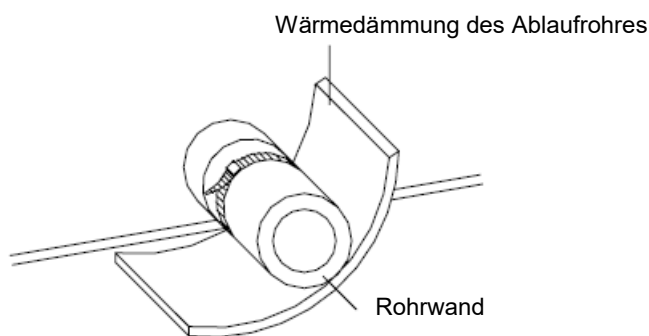

Abb. 13: Wärmedämmung des Ablaufrohres
1. Das Ablaufrohr ist mit einem Gefälle von 5–10° zu installieren, um einen guten Kondensatablauf zu ermöglichen. Die Verbindungen des Ablaufrohres müssen mit Wärmedämmung bedeckt werden, um Kondensation am Rohr zu verhindern (siehe Abb. 13).